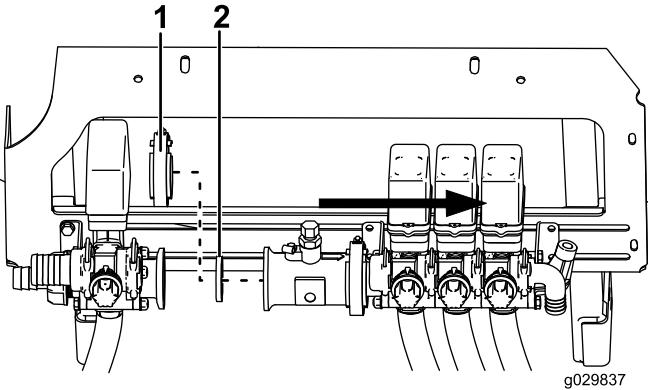

Figura 2
4. Rimuovete il morsetto senza fine e la guarnizione e fate scorrere con cautela il flussometro e il gruppo valvole di sezione via dalla valvola dell'agitatore (Figura 2).